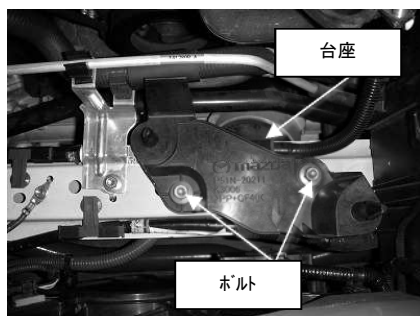

図 4
- 5)ボルト 2本を外し、純正クリーナーBOXの台座を取り外して下さい。図 4 参照